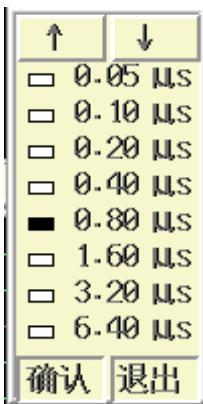

图 4.14 选择采样周期
操作：可以直接用【③】、【④】键来修改，也可以按【确认】键调出选择采样周期界面（如图 4.14 所示）进行选择。